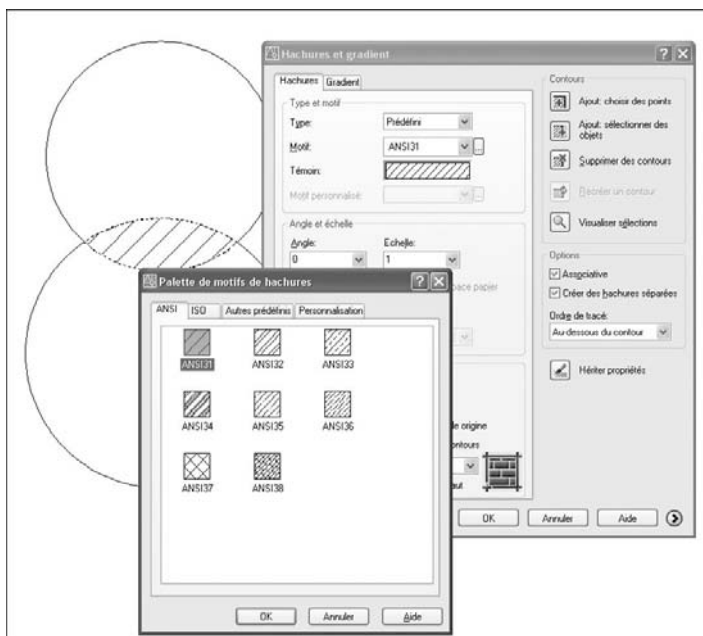

Fig.8.1
- [1] Exécuter la commande de hachurage à l'aide d'une des méthodes suivantes (fig.8.1) :